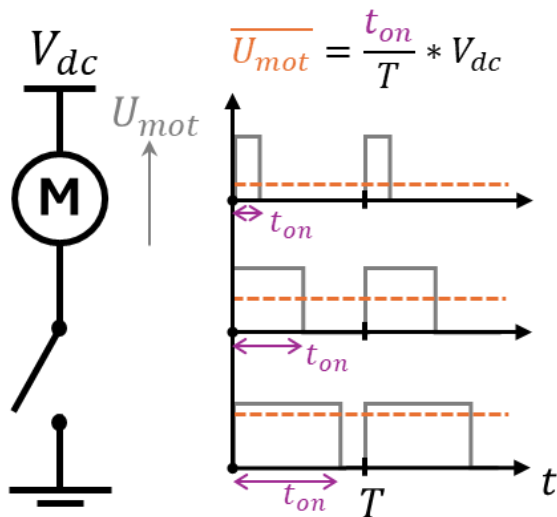
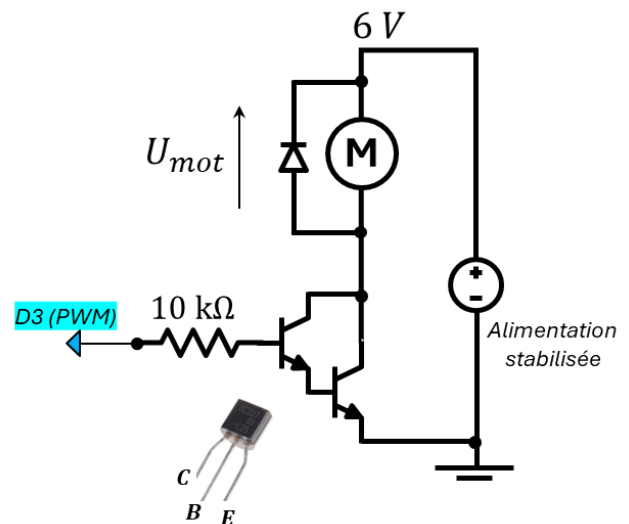

Figure 4 : Modulation à largeur d'impulsion pour la tension moyenne d'un moteur DC.
Figure 5 : Circuit de régulation de vitesse comprenant le montage Darlington et la diode de roue-libre.
Le moteur utilisé en laboratoire est un moteur à courant continu de 6 V dont la vitesse est contrôlée par la tension moyenne appliquée à ses bornes. On utilise la modulation à largeur d'impulsion (PWM en anglais) pour générer une tension moyenne réglable à partir d'une tension continue fixe. Le principe de la modulation est montré à la Figure 4 et le montage effectif est quant à lui présenté à la Figure 5.
- ☐ Réalisez le montage de la Figure 5, hors tension et avec la carte Arduino débranchée :